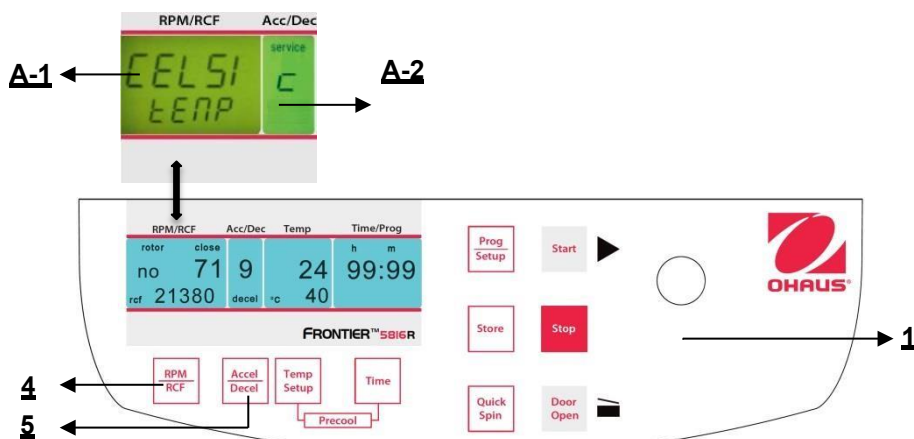

Figura 38
Procedere come descritto al punto 4.1. per inserire questa modalità programma e poi premere il tasto **"Accel/Decel"** (5). Sul display **"Acc/Dec"** (A-2) lampeggia la parola **"Service"**. Selezionare adesso la lettera **"B"** con la manopola di regolazione (1). Di conseguenza, sul display **"RPM | RCF"** (A-1), appare la parola **"ON/BEEP"**. Dopo aver premuto il tasto **"RPM | RCF"** (4), è possibile selezionare il suono tastiera con la manopola di regolazione (1). (Vedere figura 38).